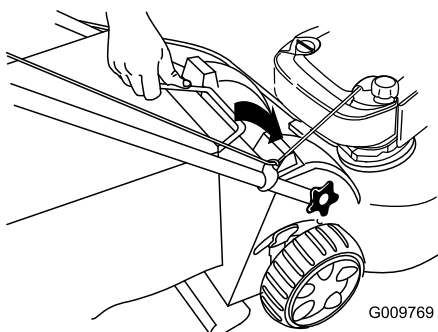

Figure 31
3. Insérez la poignée du bac à herbe dans les rainures en haut de la machine (Figure 31).